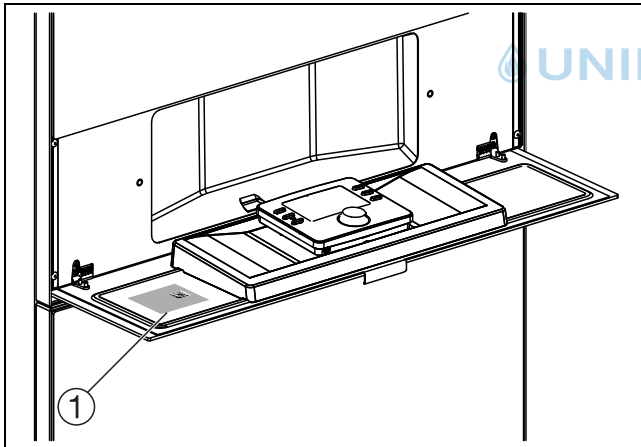

Bild 37 Typenschild des IP-Moduls
- ▶ Den werkseitig voreingestellten Loginnamen und das Passwort eingeben (auf dem Typenschild des Moduls aufgedruckt und in der Nähe des Wärmepumpenregelung angebracht, Abb. 37). Als einfachere Alternative kann auch der QR-Code gescannt werden.
- ▶ Das Typenschild des neuen Moduls in der Nähe der Wärmepumpenregelung anbringen (Abb. 37).